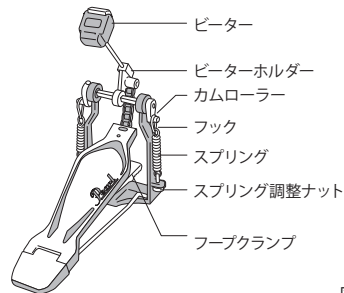

図4
ドラムペダル (J) のスプリングのフックをカムローラーに引っ掛け、ピーター (K) のシャフトをピーターホルダーの穴に差し込み、チューニングキーでキーボルトを締めて固定します (図4)。